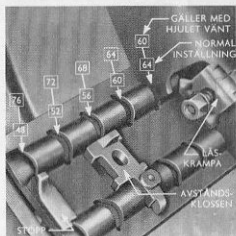

Fig. 31.
De olika spårvidderna syns på fig. 31. Ett helt varv på varje hjul ger 5 cm ändring. Båda hjulen skall justeras till symmetriskt läge för att erhålla den rätta spårvidden. Genom att ändra avståndsklossen i ett annat spår kan ändringen ske i $\frac{1}{2}$ ° intervaller.
- Placera avståndsklotsen i läget för önskad spårvidd. Se fig. 31.